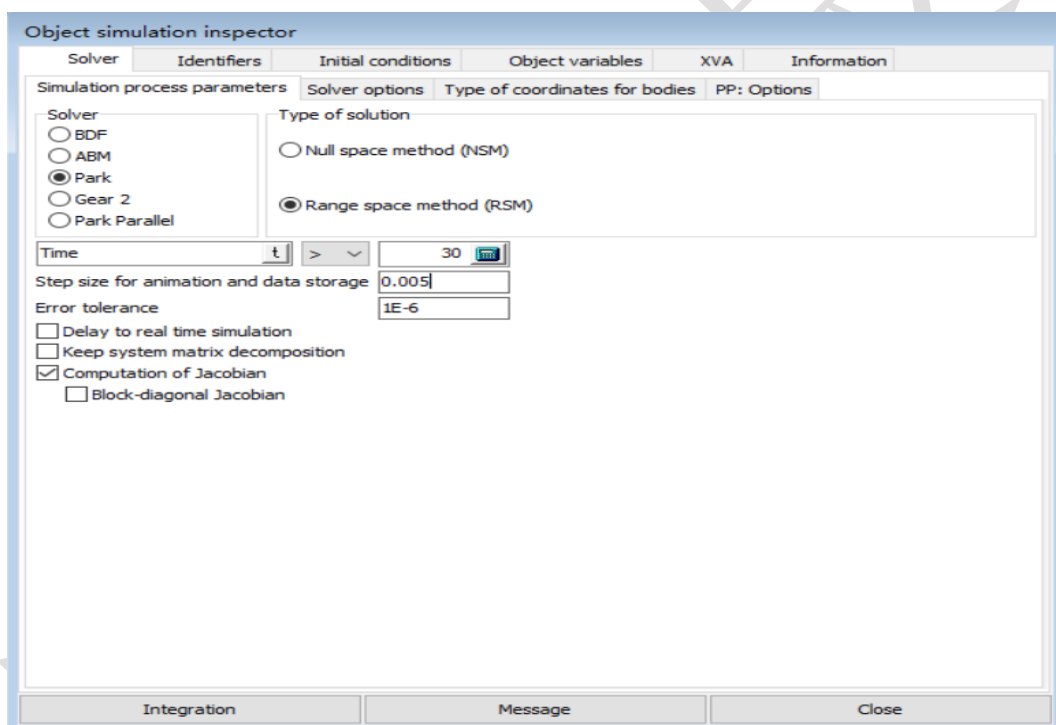

图 2-63
- 4) 在 **Solver** 页面，设置求解器为 **Park**，仿真时间 **Time** 为 **30** (s)，数据步长改为 **0.005** (s)，勾选 **Computation of Jacobian**，如图 2-63。